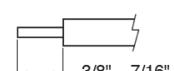

Figure 4
STEP 10: Cut supply cable to desired length. Strip black and white wire leads with wire strippers to expose 3/8" – 7/16" of bare metal (See Figure 4).
STEP 11: Using Wirenuts ③ provided, connect supply (house) wires to fixture wires - white to white, black to black, and green to green or bare copper ground wire.
PASO 10: Corte el cable de suministro según la longitud deseada. Pele los terminales de los cables negro y blanco con los alicates de corte para dejar expuesto 3/8" – 7/16" de metal (vea la Fig. 4).
PASO 11: Usando los capuchones para cables provistos ③, conecte los cables de suministro eléctrico (del hogar) a los cables del dispositivo: blanco con blanco, negro con negro y verde con verde o con el cable a tierra de cobre desnudo.
ÉTAPE 10: Coupez le câble d'alimentation à la longueur désirée. Dénudez les fils noir et blanc avec une pince à dénuder pour exposer 3/8" – 7/16" de métal nu (Voir la figure 4.)
ÉTAPE 11: À l'aide du connecteur de fils ③ fourni, raccordez les fils d'alimentation (maison) aux fils du luminaire : fil de terre blanc au blanc, noir au noir et vert au vert ou fil terre en cuivre nu.